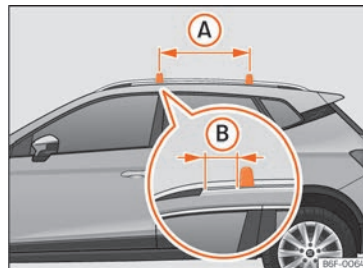

Abb. 167 Befestigungspunkte der Längsträger für den Dachgepäckträger.
Die Querstangen werden an der seitlichen Dachreling angebracht. Der Abstand zwischen den Querstangen »» **Abb. 167** (A) muss